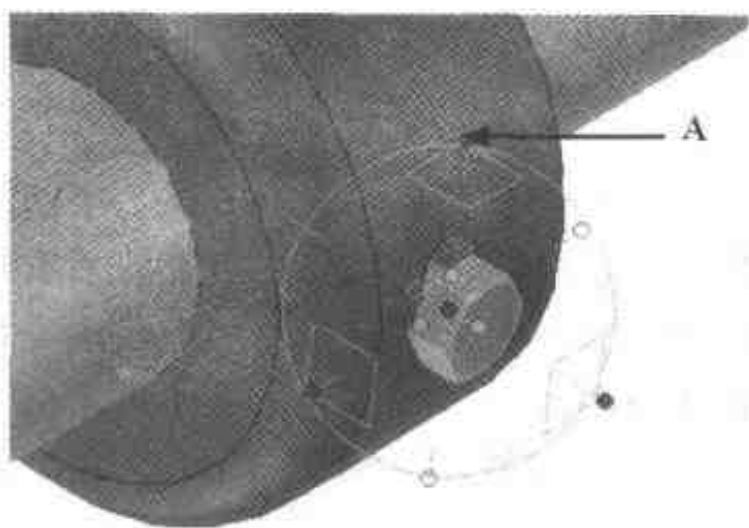
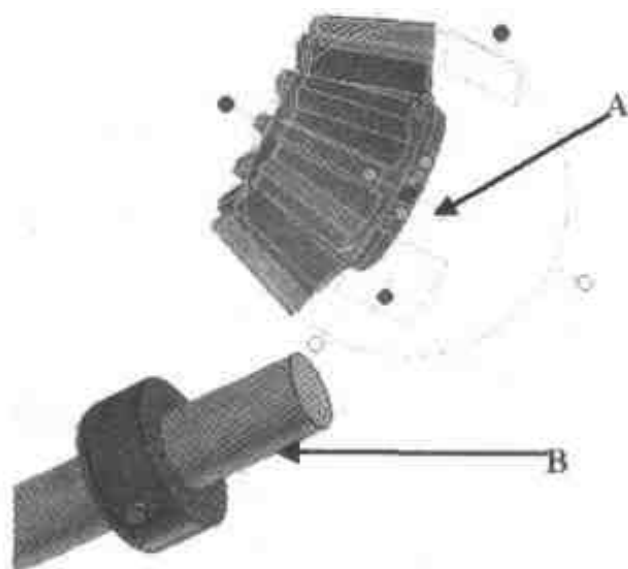

图 3.41 用三维球调整螺栓位置
图 3.42 定向主动轮
- (8) 选择螺栓后打开【三维球】，单击向上拖动如图 3.41 A 所示的手柄，右击将所出现的数字改为 5。
- (9) 选择【文件】|【插入】|【零件/装配】命令，在所附光盘的 score\example\jixie\3\换向机构文件夹中找到文件“主动齿轮.ics”，单击【打开】按钮。
- (10) 选中主动齿轮后单击【三维球】按钮，打开三维球，右击如图 3.42 所示的定位手柄(A)，然后选择【与轴平行】命令，单击主动轴表面(B)，单击【确定】按钮。